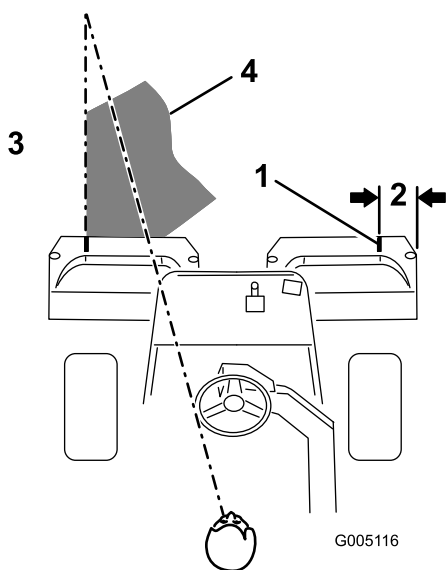

Figura 23
**Notă:** Pentru a ajuta la menținerea unei linii drepte de-a lungul zonei verzi i menținerea mainii la o distanță egală de marginea tăieturii anterioare, imaginați-vă o linie vizuală cu aproximativ 1,8 până la 3 m înaintea mainii până la marginea porțiunii netăiate a zonei verzi (Figura 23). Includeți marginea exterioară a volanului ca parte a liniei vizuale; adică inei marginea volanului aliniată cu un punct care este menținut întotdeauna la aceeași distanță față de partea din față a mainii.